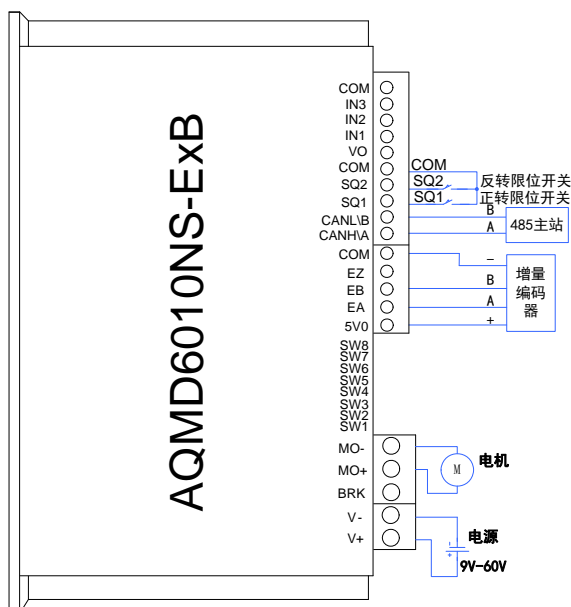

图 4.121 行程学习的接线方法
- 1) 断掉驱动器电源，确保电源、上位机、电机及电机编码器与驱动器已正确连接，如图 4.121 所示；
- 2) 若装置带有限位开关，将一限位开关接在驱动器 SQ1 与 COM 间(如果为接近开关，接法参见图 4.121)安装在电机正转方向，将另一限位开关接在驱动器 SQ2 与 COM 间安装在电机反转方向；